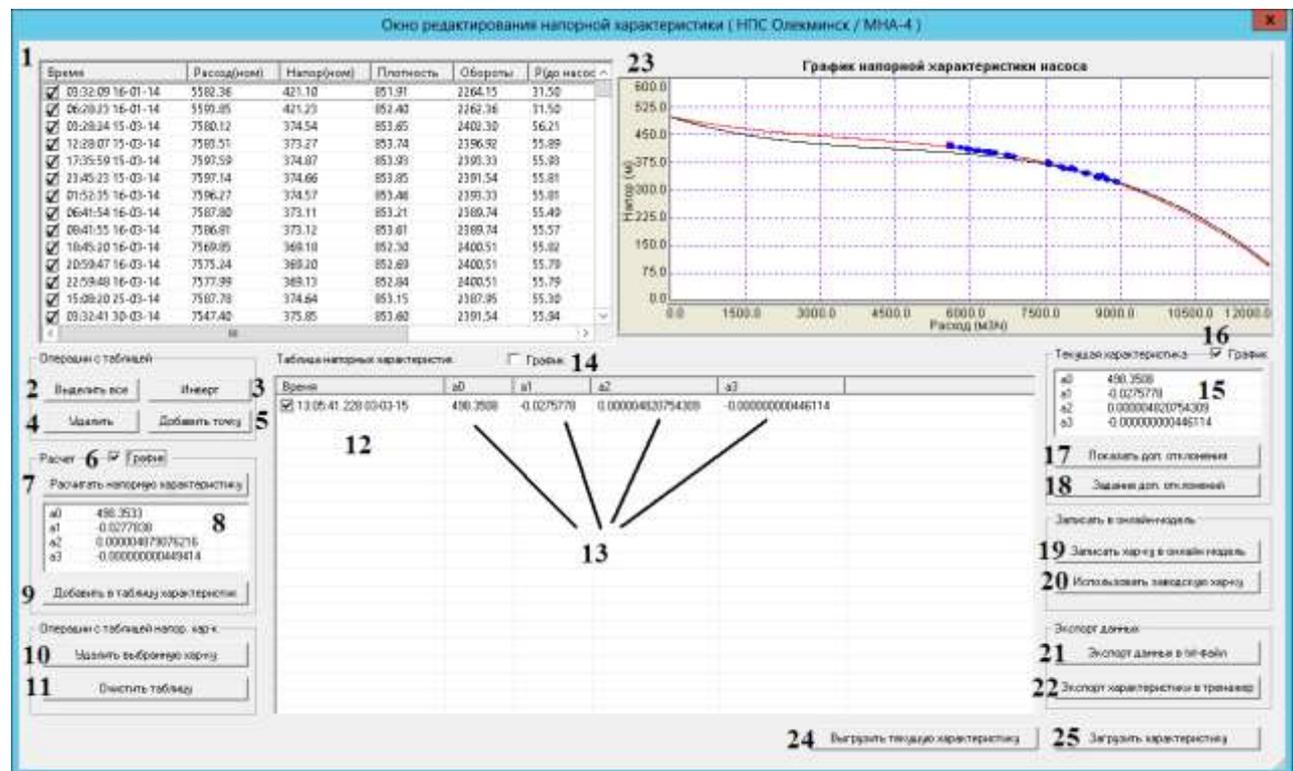

Рисунок 7.15 – Окно «Редактирование характеристик насоса»
1) таблица данных с экспериментальными точками (точками идентификации). В данной таблице отображаются точки идентификации, соответствующие отображаемым на вкладке «Данные» (см. рисунок 7.15);